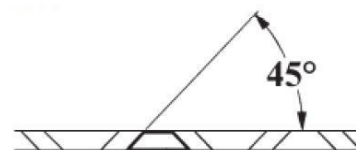

Fig. 12b
- Affilare la lama, se necessario. (Fig. 12b)